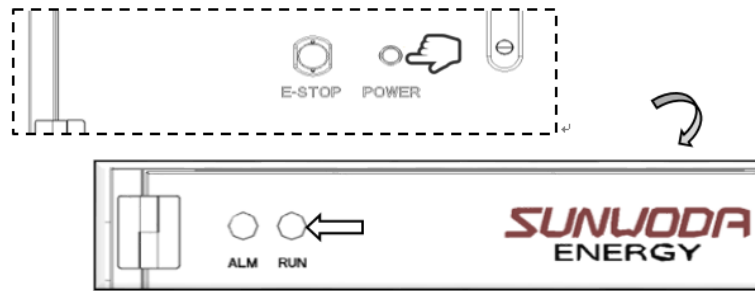

Abbildung 4.2.2
Schritt 2: Drücken Sie die POWER-Taste an der Fronttür 3 Sekunden lang. Die grüne Anzeigeleuchte blinkt einmal 1 Sekunde lang, um die Batterie einzuschalten (Abbildung 4.2.2).